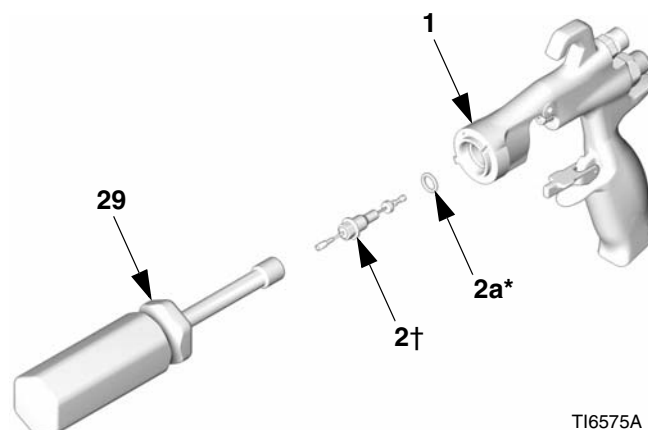
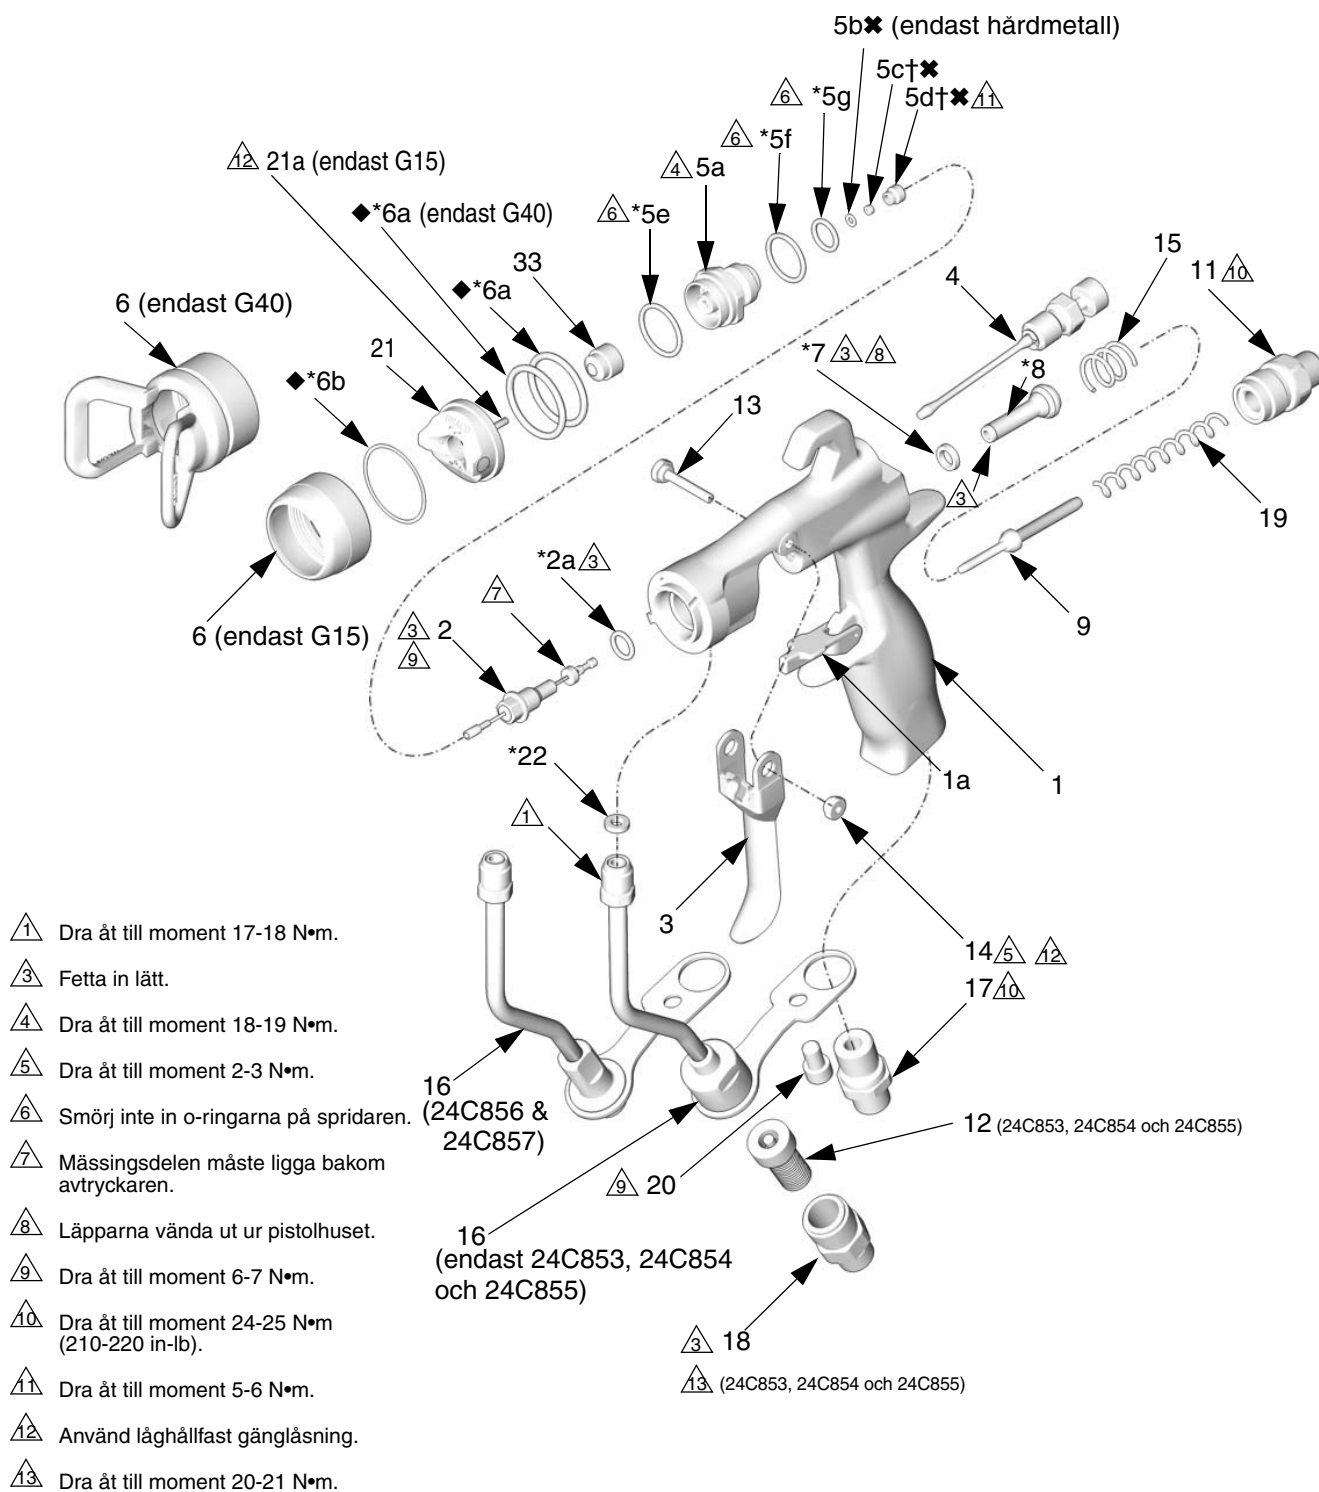

FIG. 42
FIG. 43
1. Sätt i rörpackningen (22\*) i pistolen. Dra åt vätskerörskopplingen (C) i pistolens vätskeintag. Dra åt luftintagskopplingen (17) och skruven (20) med handkraft. Dra åt vätskerörskopplingen till moment 17-18 N•m (150-160 in-lb). Dra åt luftintagskopplingen och skruven till moment 24-25 N•m (210-220 in-lb). Dra åt skruven till vätskerörsfästet till moment 6-7 N•m (50-60 in-lb). Se FIG. 43.
2. Montera vätskefiltret (12) i änden på vätskeröret. Skruva i vätskeintagskopplingen (18) i änden på röret. Dra åt till moment 175-185 in-lb (20-21 N•m). Se FIG. 43.
4. Smörj in framänden på luftventilen (8\*). Trä försiktigt in luftventilen i bakänden på pistolen genom packboxen (7\*) så långt det går. Var försiktig så att inte packboxen skadas. Se FIG. 43.
5. För försiktigt in den smalare änden av spindeln (9) i luftventilen (8\*).
6. Montera de två fjädrarna (15 och 19). Skruva in fjäderlocket (11) i bakänden på pistolhuset. Dra åt till moment 24-25 N•m (210-220 in-lb).
7. Fetta in o-ringarna på nålenheten lätt och axeln där tätningarna glider. Kontrollera att o-ring (2a\*) sitter på plats i pistolhuset (1).
8. Sätt i färgnålsenhetsen (2) i framänden på pistolen. Använd mutternyckeln (29) för att skruva in
färgnålsenhetsen i pistolhuset (1) och dra åt till moment 6-7 N•m (50-60 in-lb). Se FIG. 42.
9. Montera avtryckaren (3), ledstiftet (13) och muttern (14). Använd låghållfast gänglåsning och kontrollera att mässingsdelen på färgnålsenhetsen (2) ligger bakom avtryckaren. Se FIG. 43. Smörj in båda sidorna av ledstiftet där avtryckaren ligger mot stiftet och smörj in navet på båda sidor av pistolen där avtryckaren ligger mot pistolhuset. Dra åt muttern till moment 2-3 N•m (20-30 in-lb).
10. Tryck in avtryckaren medan spridaren (5) monteras i pistolhuset (1) med pistolverktyget (30). Dra åt till moment 18-19 N•m. När åtdragningen är rätt bottnar flänsen emot pistolen.
11. Montera låsringen (6), luftmunstycket (21) och sprutmunstycket (33).